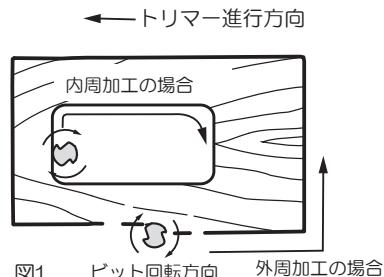

図1
7. 面取りなど材料の側面加工を行なう場合には、**図1**の矢印方向に本体を送り切削してください。